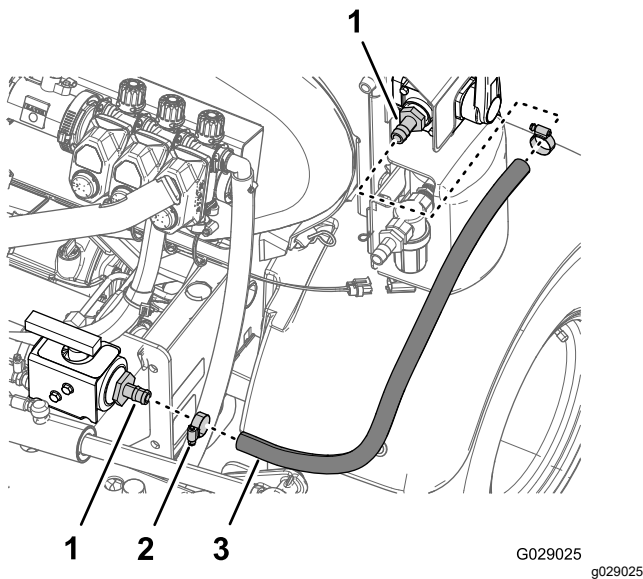

Figura 43
1. Monte a extremidade do tubo 1,9 x 76 cm por cima da união roscada reta no lado exterior da válvula de esfera (Figura 43).
2. Fixe o tubo à união roscada com uma braçadeira de tubos (Figura 43).
3. Monte a extremidade livre do tubo 1,9 x 76 cm por cima da união roscada reta na parte de trás da válvula de 4 vias (Figura 43).
4. Fixe o tubo à união com uma braçadeira de tubos (Figura 43).